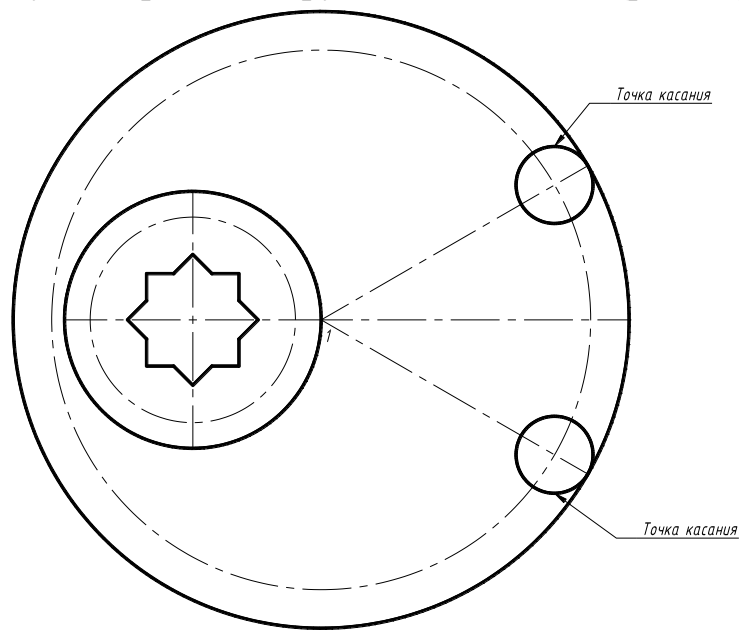

Рис.3.6
12. Вычертите окружность $R 120$ мм, используя команду Точки касания нужно брать на окружностях $R 15$ мм (рис.3.6)